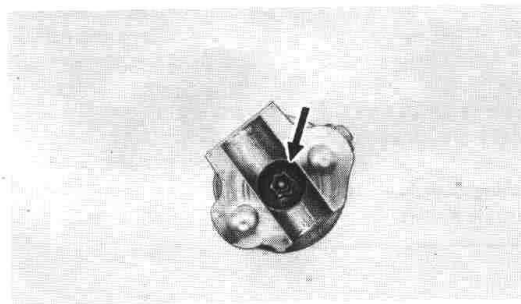

Fig. 5-7-3
3. Remove the special bolt from bottom of outer tubes. (Fig. 5-7-3)
3. Enlevez le boulon spécial au bas des tubes extérieurs. (Fig. 5-7-3)